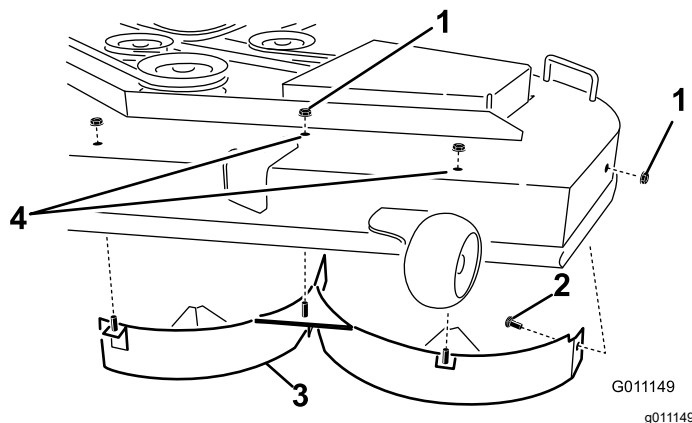

Figura 13
4. Rimuovete i 2 dadi di bloccaggio (5/16") fissati sui perni saldati del deflettore sinistro in posizione centrale e a sinistra del centro sulla parte superiore del piatto di taglio (Figura 13).
6. Staccate il deflettore sinistro dal piatto di taglio come illustrato nella Figura 13.